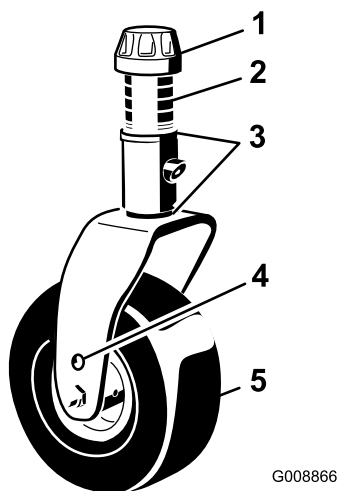
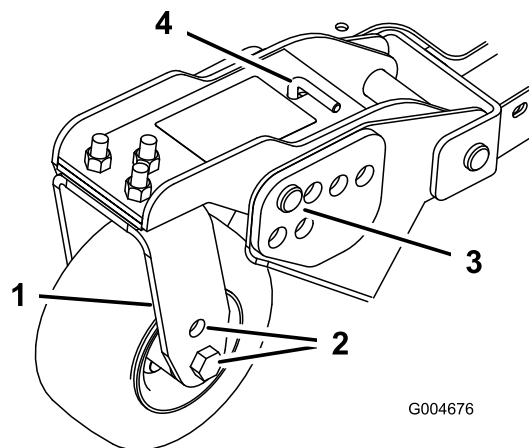
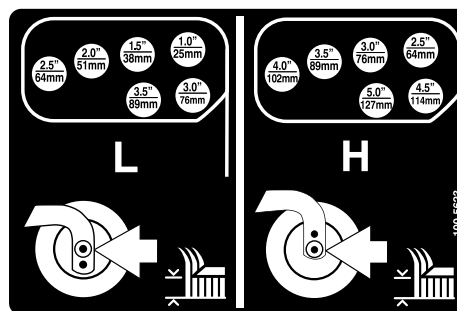

Рисунок 21
Рисунок 23
Рисунок 24
1. Поместите оси поворотных колес в одинаковые отверстия во всех вилках поворотных колес (**Рисунок 21** и **Рисунок 23**).
2. Снимите колпачковую гайку с вала шпинделя и извлеките шпиндель из рычага поворотного колеса (**Рисунок 21**).
5. Извлеките игольчатые шплинты и шплинтуемые штифты из рычагов поворотных колес (Рисунок 23).
6. Поверните натяжную тягу, чтобы поднять или опустить поворотный рычаг до совмещения отверстий с выбранными отверстиями кронштейна высоты скашивания в раме деки газонокосилки (Рисунок 23 и Рисунок 24).